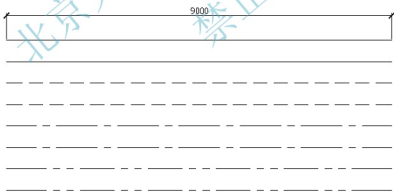

图 2.143 加载线型
- (1) 执行菜单栏中的【格式】|【线型】命令,打开【线型管理器】对话框,在【全局比例因子】文本框中输入“50”。
- (2) 绘制长度为 9000mm 的直线,向下偏移 500mm 生成其他直线。
- (3) 加载 HIDDEN、CENTER 及 PHANTOM2 后按图 2.143 所示要求更换线型。